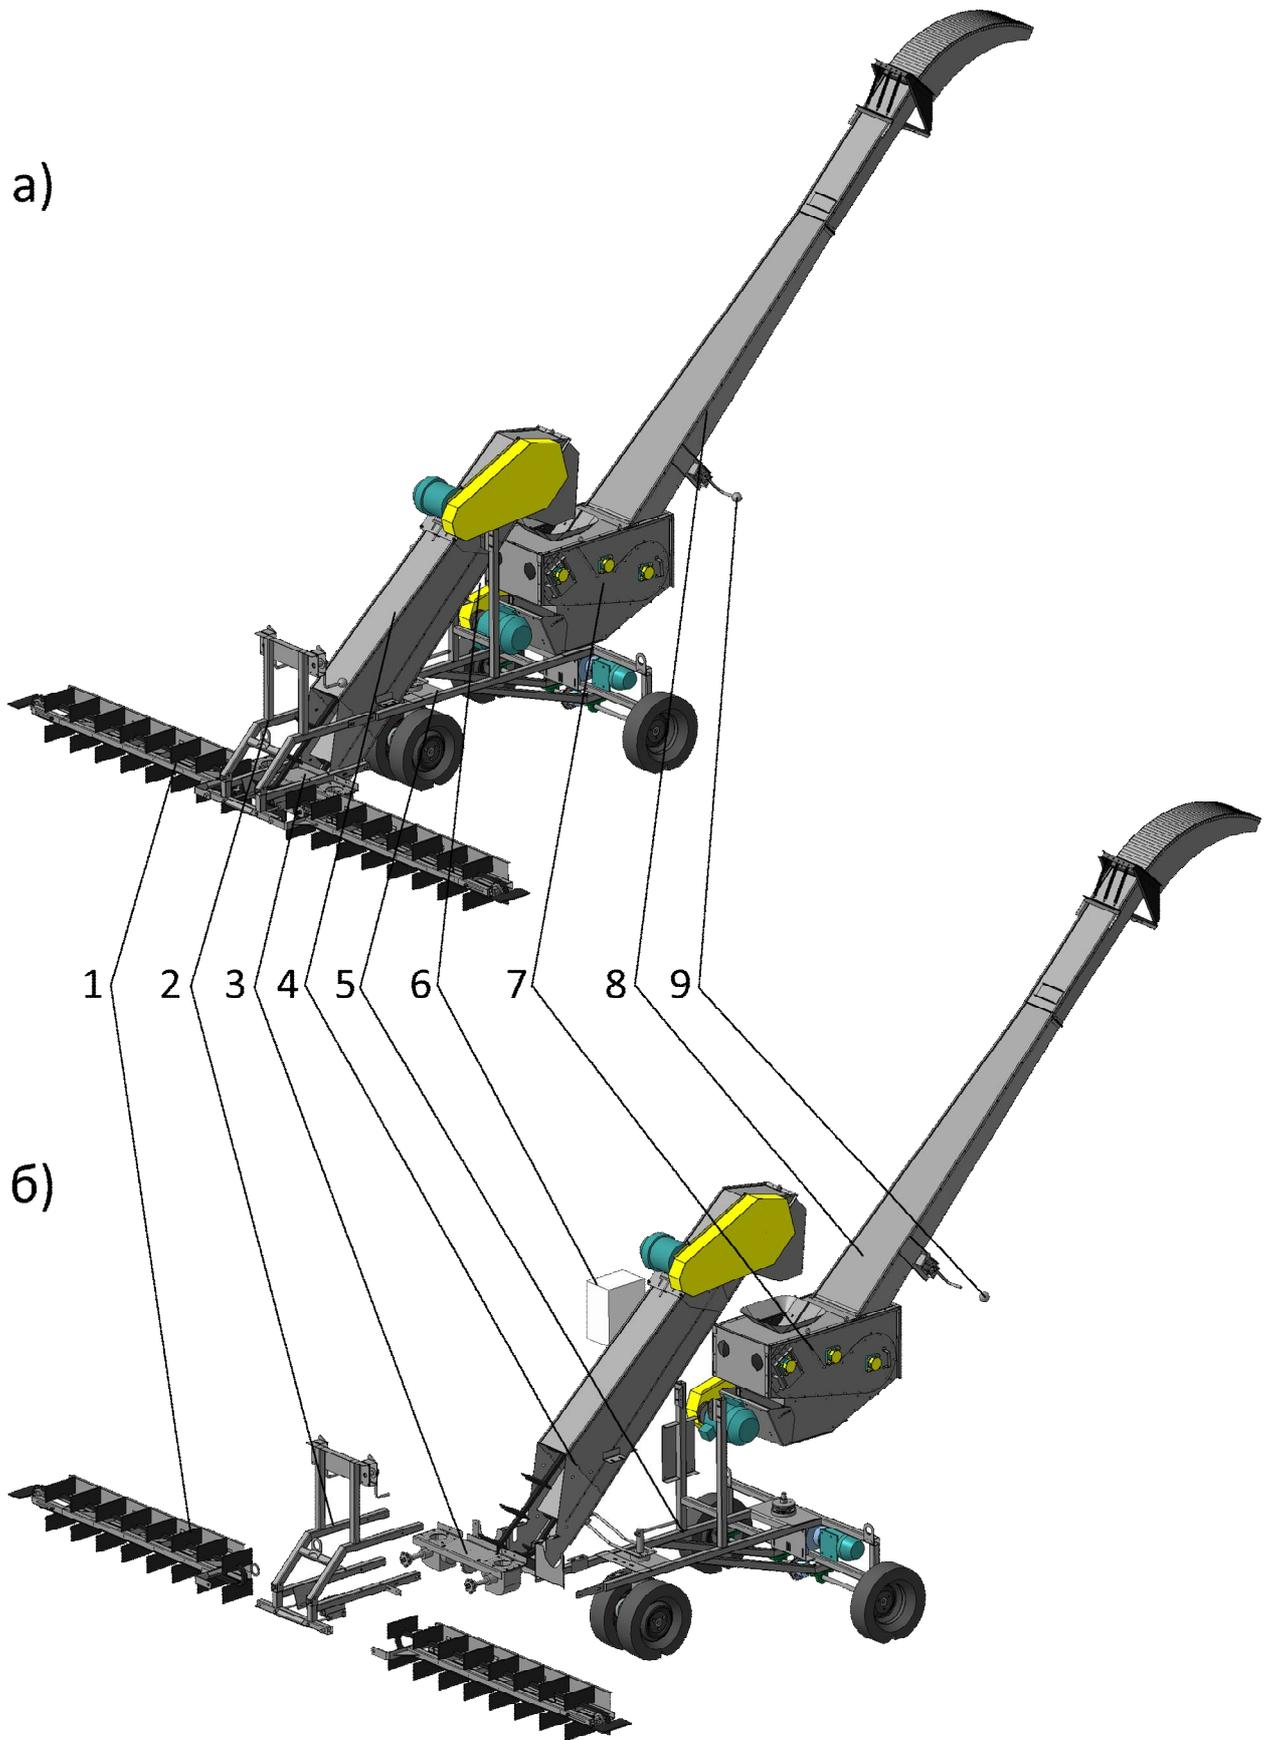

Рис. 1 – Погрузчик А-150РМ:
3.1.1. Компоновочная схема Погрузчика приведена на рис.1 стр 6 (стандартные изделия, в т.ч., метизы, скрепляющие отдельные модули Погрузчика, а также цепи приводные, цепи транспортеров, ремни и др., здесь и далее условно не показаны). На опорной раме 5 смонтированы основные компоненты: триммер поворотный 7 с выгрузным лотком, установленным под углом 45°; загрузочный короб 4 с расположенным внутри наклонным скребковым транспортером; к загрузочному коробу 4 в передней (по ходу движения) части смонтированы блок конических редукторов 3 и передняя рама 2; на раме 2 установлены поперечные питатели (скребковые транспортеры) 1 ; на раме 5 установлен блок (пульт) управления 6.
Поперечные горизонтальные питатели 1 рис.1 скребковыми транспортерами подают зерно с периферии бурта к центру. Продольный (центральный) наклонный скребковый транспортер, проходящий внутри загрузочного короба 5, подают зерно в загрузочное окно триммера 7, откуда оно попадает на ленточный транспортер и затем с большой скоростью выбрасывается наружу. Выгрузной лоток позволяет сузить выходящий зерновой поток и направить его в требуемое место (в транспортное средство или в новый борт). Для непрерывного забора и подачи зерна Погрузчик перемещают в продольном направлении с помощью механизма самохода.